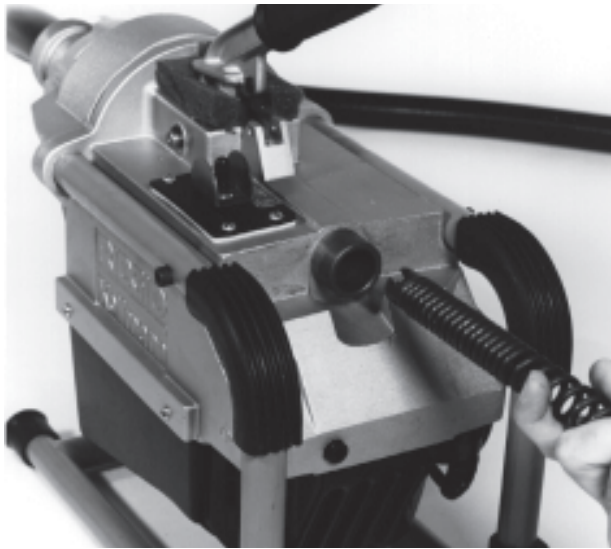

Figura 5 – Introducción del cable por la parte delantera de la máquina
6. Introduzca la primera sección de cable por la parte delantera de la máquina (extremo hembra primero) y empújelo a través de la manguera guía hasta que sólo quede un pie de cable fuera de la parte delantera de la máquina (Figura 5).